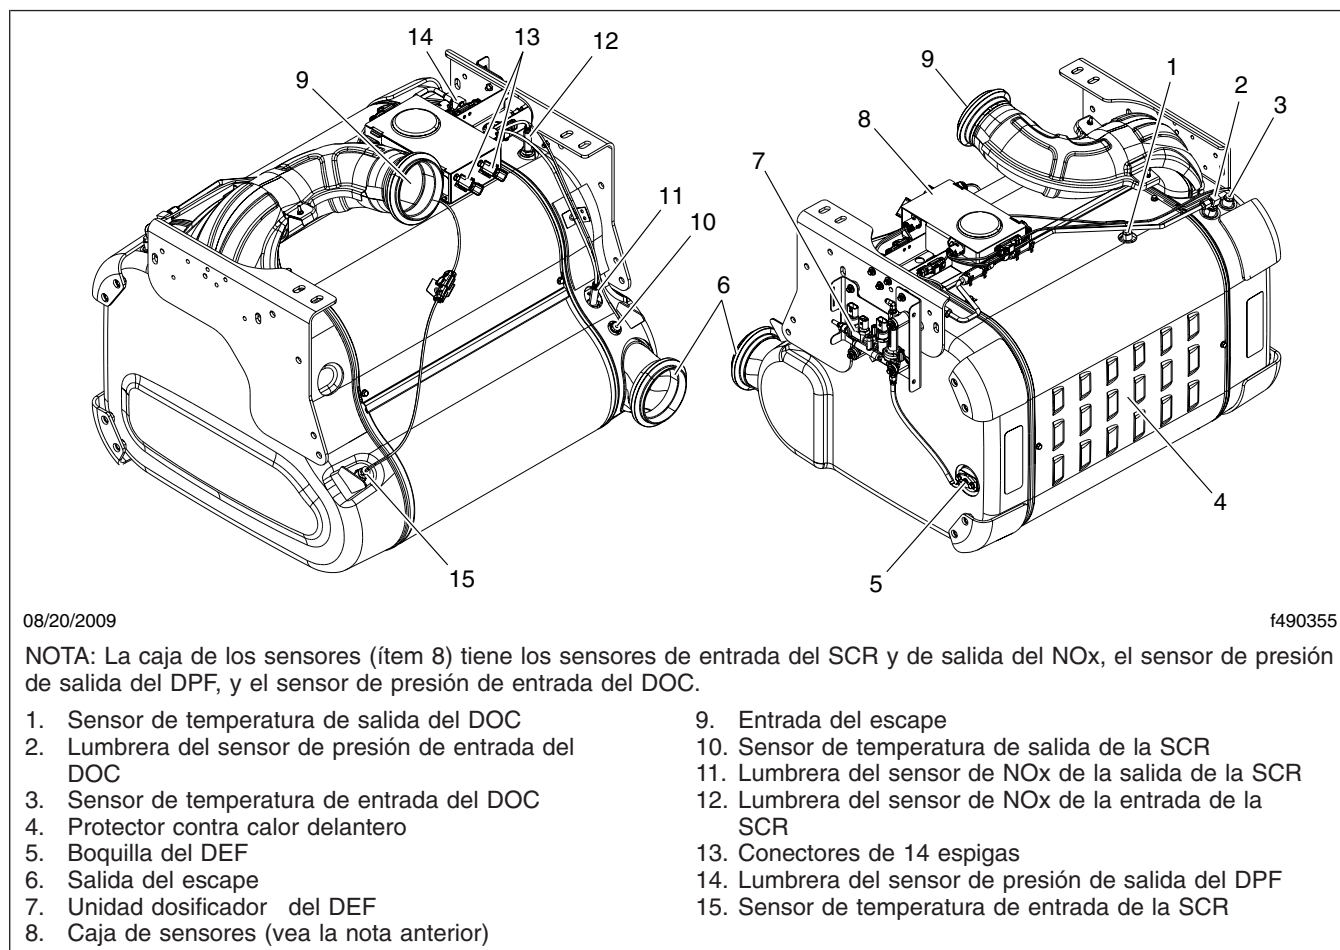
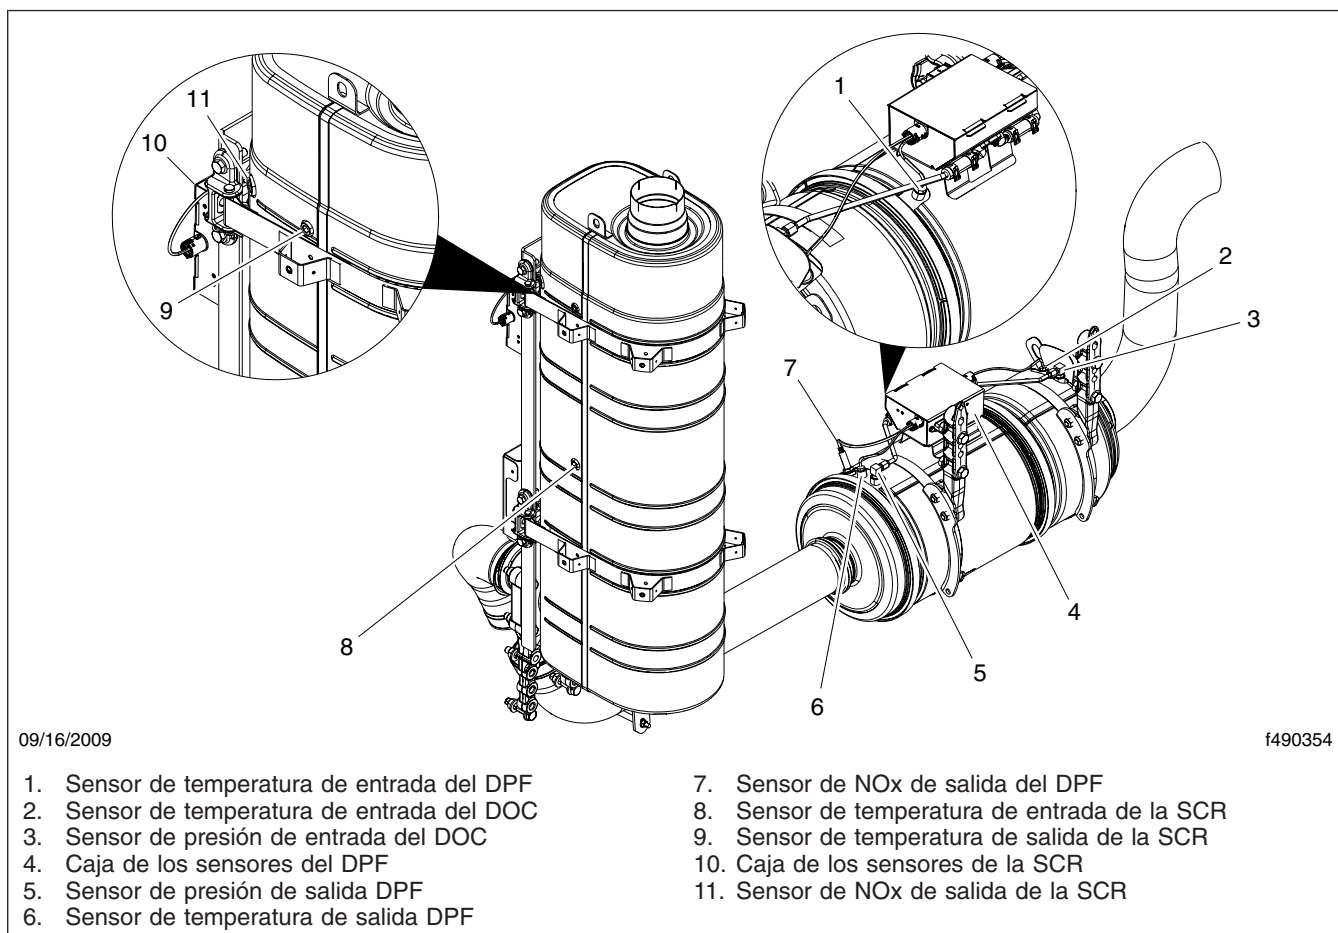

Figura 1, Ubicaciones de los sensores del ATS de una sola unidad
Figura 3, Ubicaciones de los sensores del ATS de dos unidades 2HV
6. Revise todos los sensores conectados al ATS para ver si tienen fugas o cables dañados. No se permite ninguna fuga. Vea las ubicaciones de los sensores del ATS de Detroit Diesel en la Figura 1, la Figura 2, o la Figura 3.